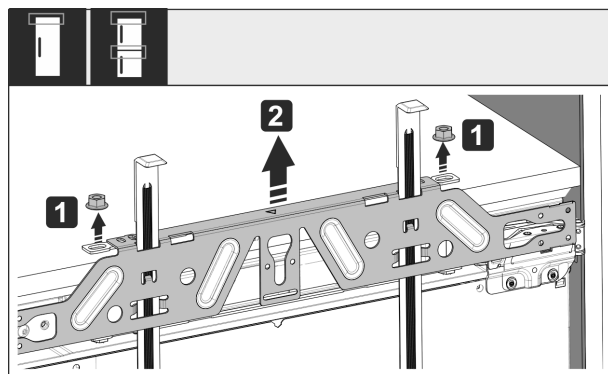

Fig. 53
- ▶ Oldja ki az ellenanyákat Fig. 53 (1).
- ▶ Vegye le a rögzítő kereszt-tartót Fig. 53 (2).